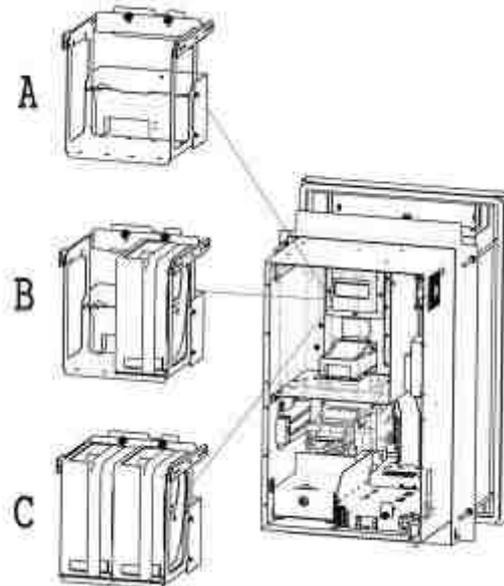

Abb. 13
In der Extra-Version sind die Hopper wie in der Abbildung 13 gezeigt platziert. Es können kein Hopper (A), nur ein einziger Hopper (B) oder zwei Hopper (C) eingefügt werden. In der Extra-Version können keine Erweiterungen an den Hoppern angebracht werden.